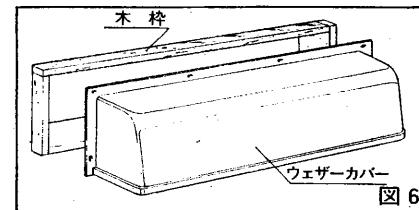

図6
- 付属のウェザーカバーを木枠室外に木ネジで取付けてください。（図6）